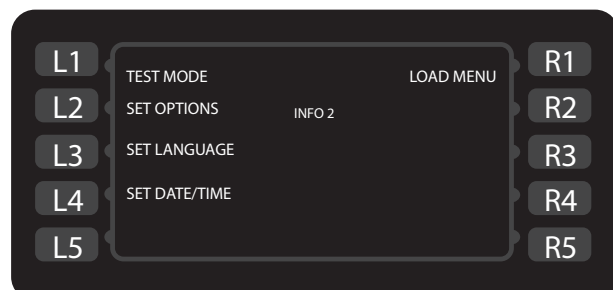
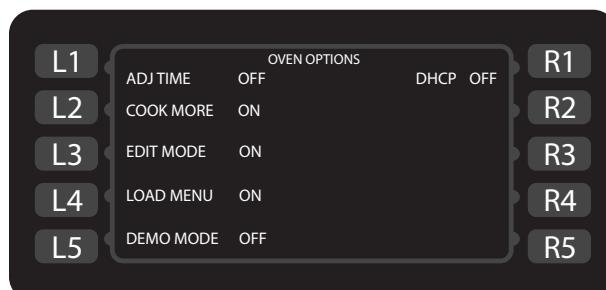
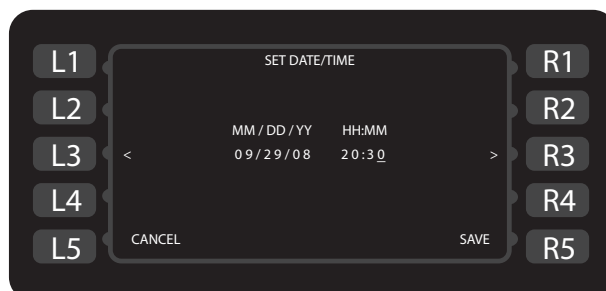
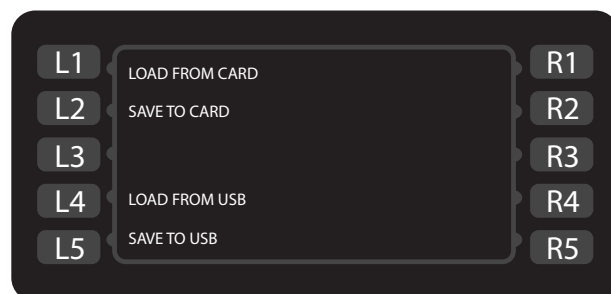

Figure 9 : Écran Info Mode (Mode Info) 2
Figure 12 : Écran Options
Figure 13 : Réglage date/heure
Figure 15 : Écran Load Menu (Charger menu)
DANS L'ÉCRAN 2 DU info mode (mode info) (Figure 9) :
Dans l'écran 2 du INFO MODE (MODE INFO) (Figure 9), appuyez sur la touche de fonction L2 pour accéder à l'écran Options (Figure 12). Lorsque vous y êtes invité, entrez le mot de passe 9 4 2 8, puis appuyez sur la touche Enter.
Dans l'écran 2 du INFO MODE (MODE INFO) (Figure 9), appuyez sur la touche de fonction L4 pour accéder à l'écran Set Date/Time (Régler date/heure) (Figure 13).
Dans l'écran 2 du INFO MODE (MODE INFO) (Figure 9, page 12), appuyez sur la touche de fonction R1 pour accéder à l'écran «Load Menu» (Charger menu) (Figure 15, page 14).
2. Appuyez sur la touche de fonction L1 (Figure 15, page 14).
4. Appuyez sur la touche de fonction L4 (Figure 15, page 14).
2. Appuyez sur la touche de fonction L2 (Figure 15).
2. Appuyez sur la touche de fonction L5 (Figure 15).